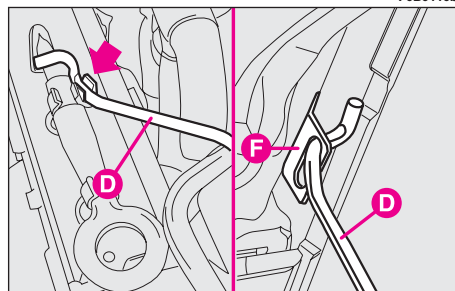

fig. 162
- soulever le capot et dégager en même temps la béquille de maintien **D**-fig. 162 de son dispositif de blocage **E**;
- introduire l'extrémité de la béquille **D** dans le logement de soutien **F**-fig. 162 du capot moteur.